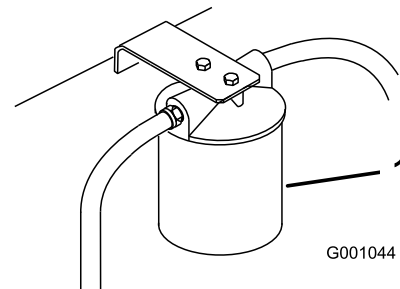

Figure 56
3. Placez un bac de vidange sous le filtre, retirez le filtre usagé et essuyez la surface du joint de l'adaptateur (Figure 56).